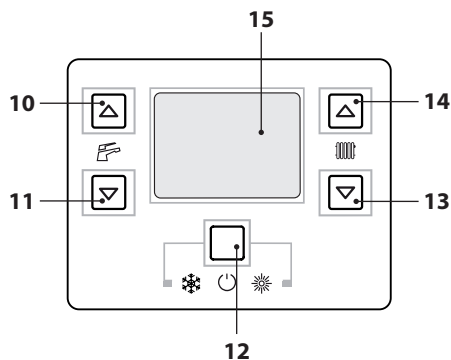
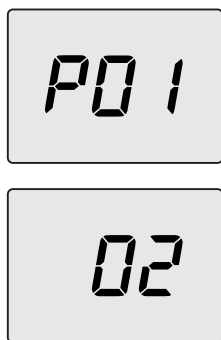

Figura 9.17
Figura 9.18
- Entre en la "modalidad de programación" pulsando simultáneamente durante 10 segundos los botones 12-13-14 (Figura 9.17) hasta que aparezcan en el display LCD las letras **P01** que se alternan con el valor del parámetro, indicando que se ha entrado en el "parámetro 01" (Figura 9.18).
- Pulsando simultáneamente durante 10 segundos los botones 12-13-14 (Figura 9.17) se sale de la "modalidad de programación".
• Pulsando el botón 12 (Figura 9.17) se confirma el valor introducido.